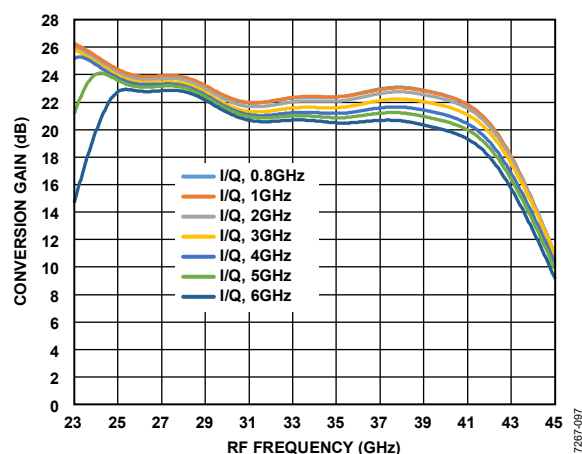
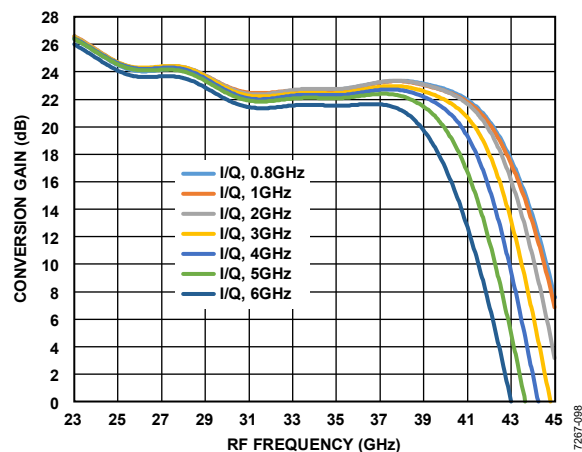

図 94. 様々なベースバンド周波数設定での変換ゲインと RF 周波数の関係 (上側波帯)
図 95. 様々なベースバンド周波数設定での変換ゲインと RF 周波数の関係 (下側波帯)
様々なベースバンド (BB) 周波数での I/Q モードにおける変換ゲインと RF 周波数の関係 ($T_A = 25^\circ\text{C}$ 、 $\text{LO} = 0\text{ dBm}$) を、上側波帯の場合について図 94 に、下側波帯の場合について図 95 に示します。